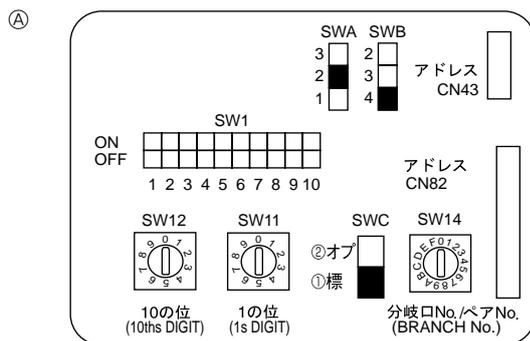

Fig. 4-4
4.5. Adressen einsetzen (Fig. 4-4)
4.6. Schaltereinstellung für hohe Decken oder zum Zeitpunkt der Änderung der Anzahl der Luftauslaßöffnungen (Fig. 4-4)
④	4 Richtung	2,7 m	3,2 m	4,5 m
③	3 Richtung	3,0 m	3,6 m	4,5 m
②	2 Richtung	3,3 m	4,0 m	4,5 m
4.7. Messen der Raumtemperatur mit dem in eine Fernbedienung eingebauten Temperaturfühler (Fig. 4-4)